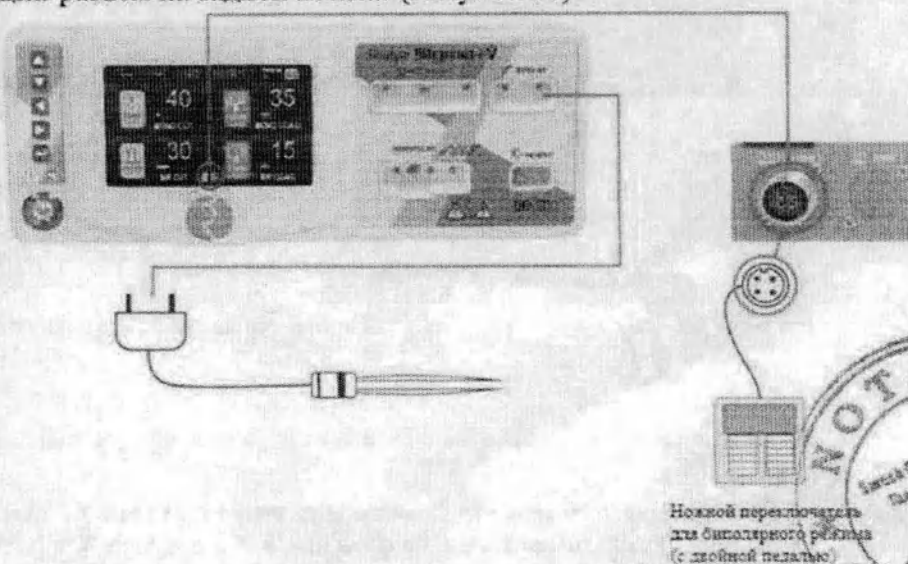

Рисунок 39 – Подключение биполярного инструмента
2) При хирургическом вмешательстве в биполярном режиме вставьте биполярный инструмент в соответствующий разъем на передней панели, а ножной переключатель – в соответствующий разъем на задней панели (Рисунок 39).